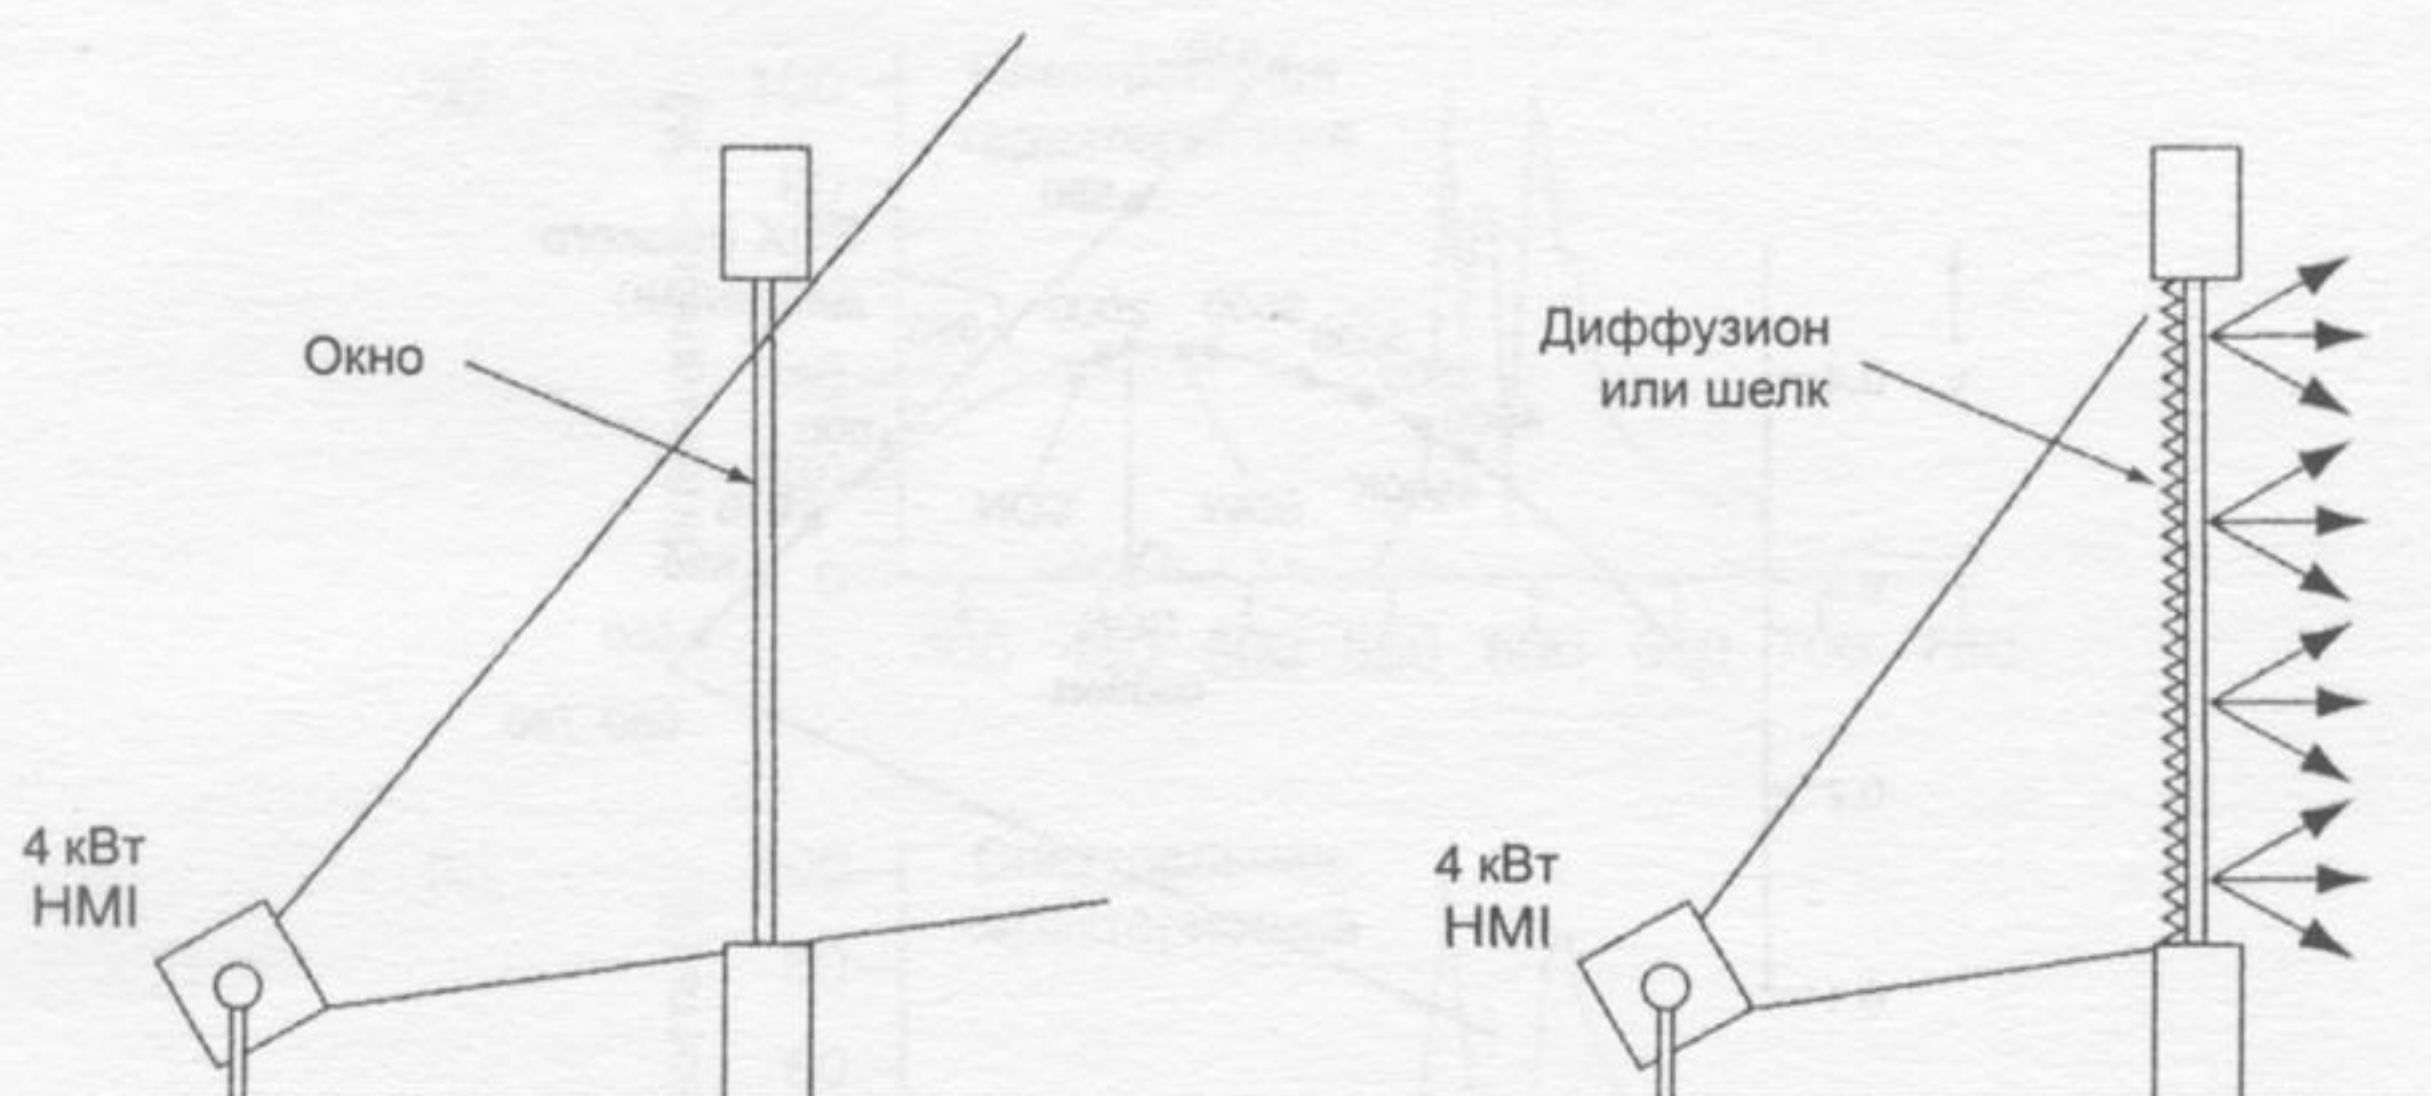

Рис. 18.31 Освещение оконных витражей
- Стекланные витражи в церковных окнах поглощают огромное количество света! При дневном освещении они подсвечиваются снаружи пространственным источником (верхний свет от неба). Для того чтобы воспроизвести этот эффект ночью, в идеале окна должны быть освещены большими приборами НМІ (4 кВт или больше), а само окно должно быть выровнено по свету при помощи белого диффузора или шелка. Простое освещение витража обычно не создает впечатления достаточно яркого света. Проекция от окна должна быть на потолке, а не в кадре (рис. 18.31).